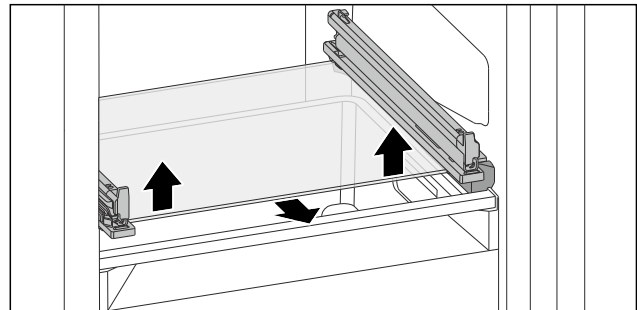

Fig. 104 Glasplatte des abklippbaren Schubfachs
- ▶ Glasplatte von unten beidseitig nach oben drücken. (siehe Fig. 104)